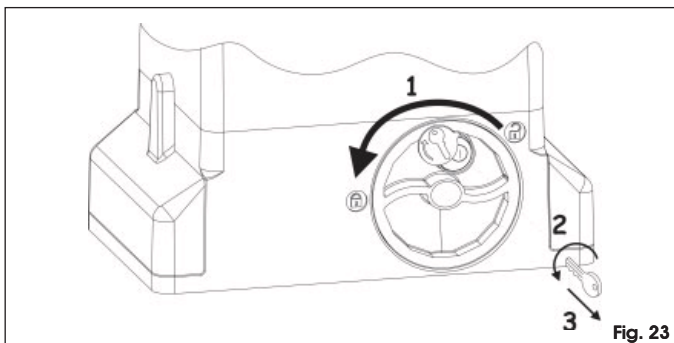

Fig. 23
1. Gire el sistema de desbloqueo en sentido horario hasta su tope, Fig. 23 ref. 1.
2. Gire la llave en sentido antihorario y quítela de la cerradura, Fig. 23 ref. 2 y 3.